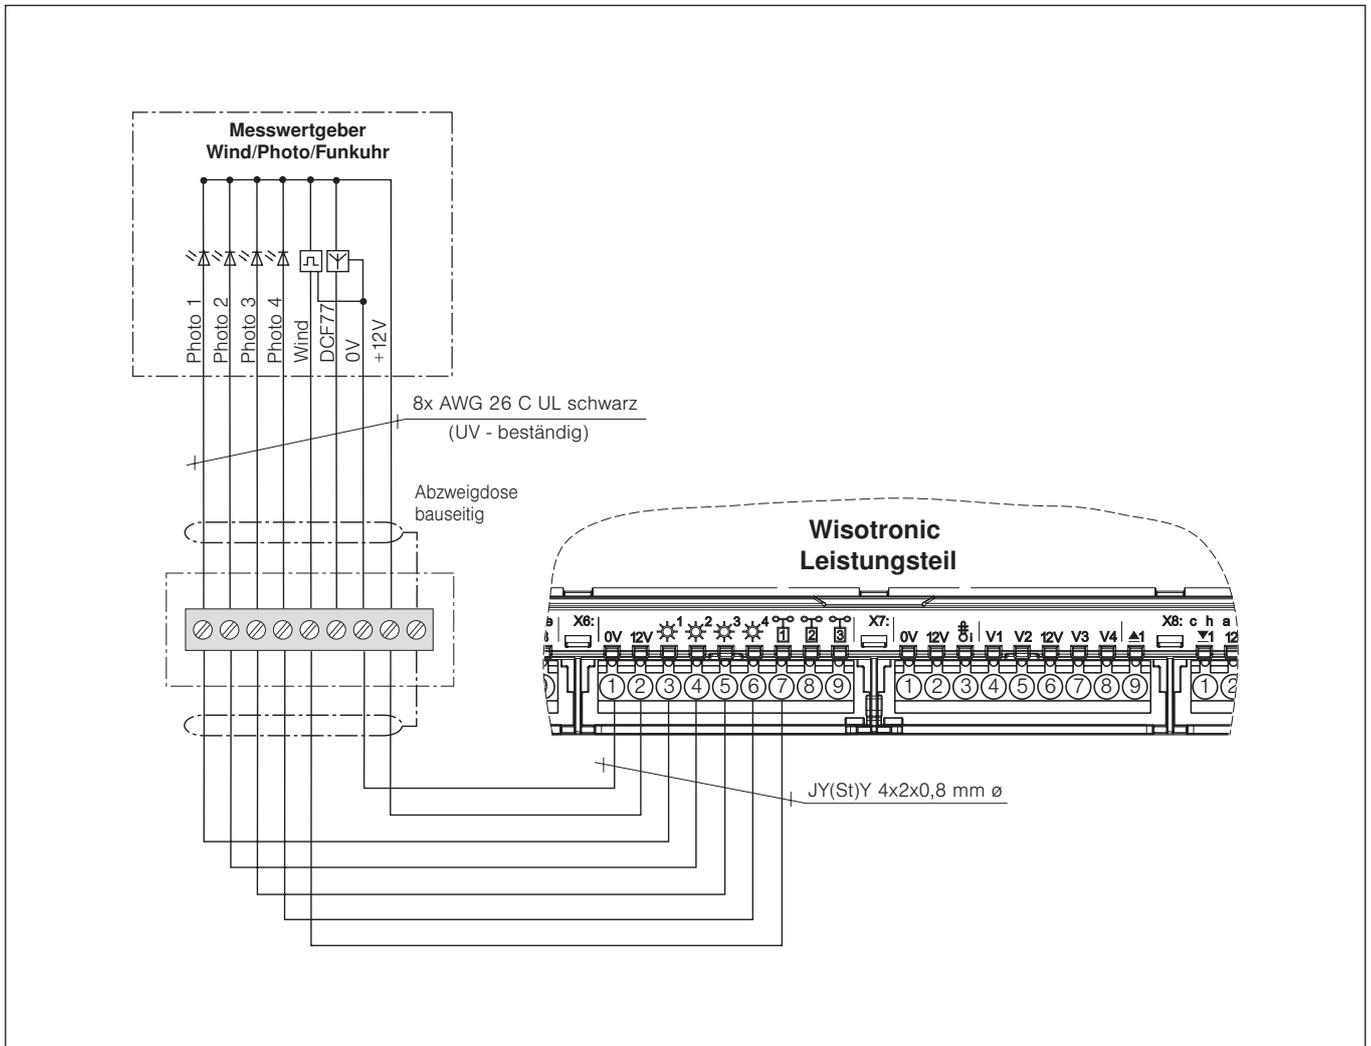

Abb. 27 Anschluss eines Messwertgebers Wind/Photo/Funkuhr
6.3.10 Messwertgeber Wind/Photo/Funkuhr	Abb. 27 auf Seite 47